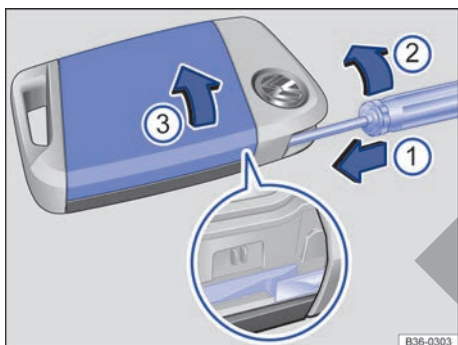

Fig. 50 Llave del vehículo: abrir la tapa del compartimento de la pila.
- Desplace la tapa en el sentido de la flecha → **fig. 50** ③ y retírela → ① en *Cambiar la pila de botón, llave del vehículo con paletón* de la pág. 63.